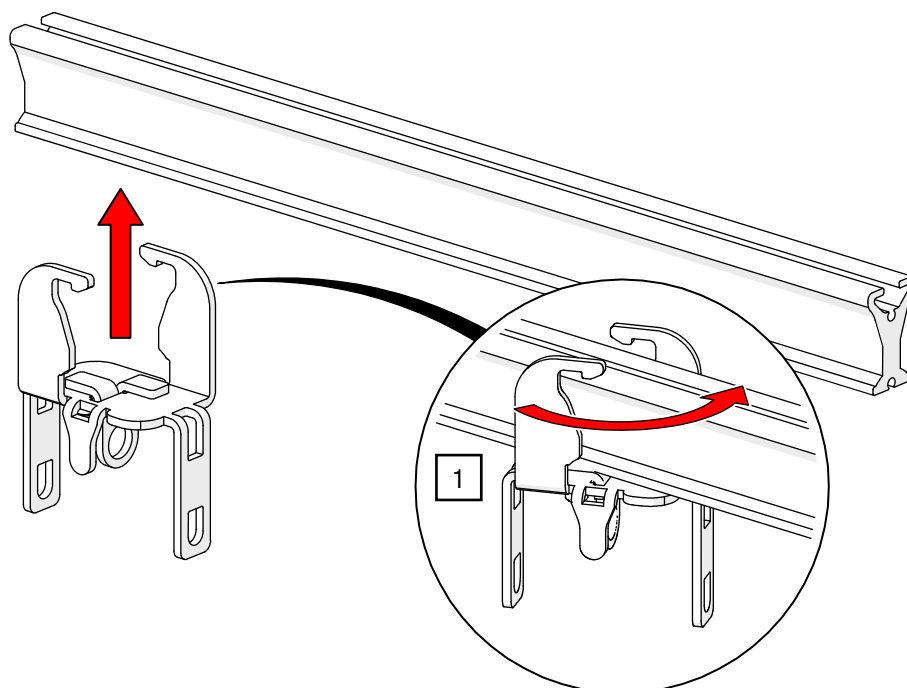
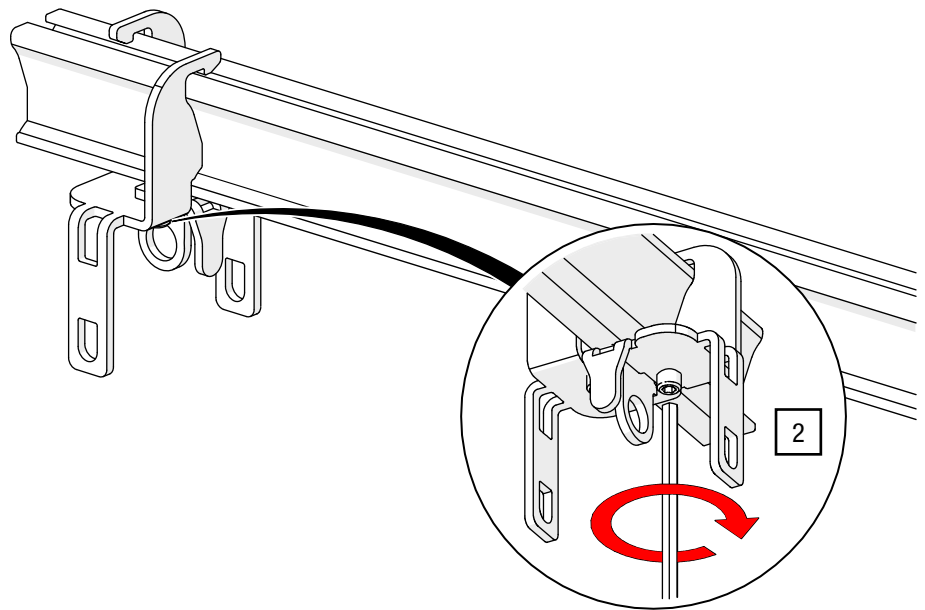

Abb. 39: Endanschlag variabel mit Vorhangbefestigung – auf Schiene aufstecken
Abb. 40: Endanschlag variabel mit Vorhangbefestigung – Gewindestift befestigen
1. Drehen Sie die Gewindestifte bündig zur Grundplatte, stecken Sie den Endanschlag auf die Schiene und drehen Sie ihn in um 90° in die Endposition (siehe Abb. 39).
Achten Sie auf die korrekte Orientierung des Anschlags für folgende G-TRACK Laufwagen entsprechend Grafik Abb. 39 und Abb. 40.
2. Ziehen Sie die Gewindestifte mit einem ISK SW 2,5 und 6 Nm an (siehe Abb. 40).